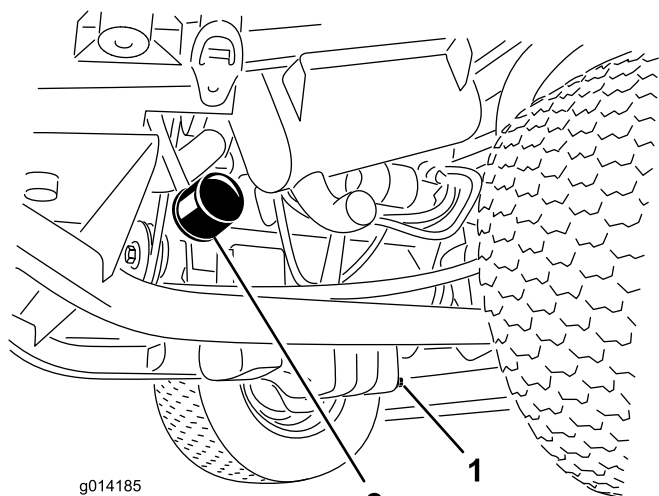

Figure 27
1. Retirez le bouchon de vidange (Figure 27) et laissez couler l'huile dans un bac de vidange.
3. Déposez le filtre à huile (Figure 27).